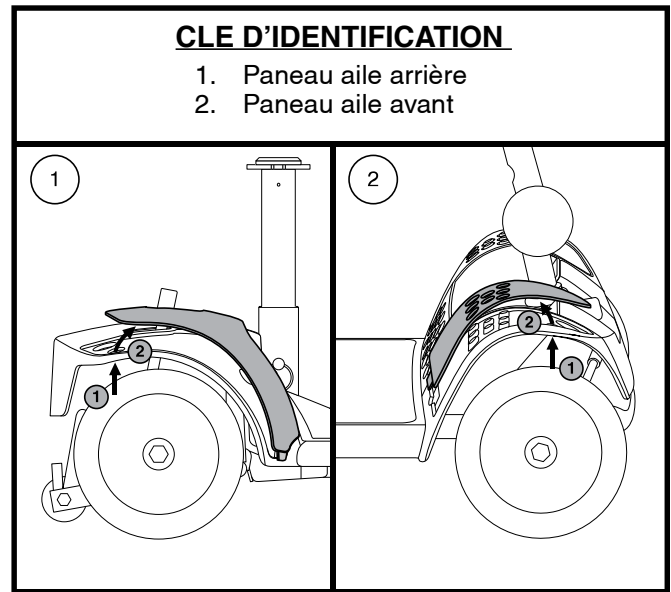

Figure 16. Panneau aile
2. Poussez dans l'orifice afin de séparer le panneau du Travel Scooter. **Voir la figure 16.**
**NOTE:** Lors de l'installation des panneaux d'ailes arrière et avant, assurez-vous de bien insérer l'onglet dans sa fente avant de fixer le panneau en place. Voir la figure 16.